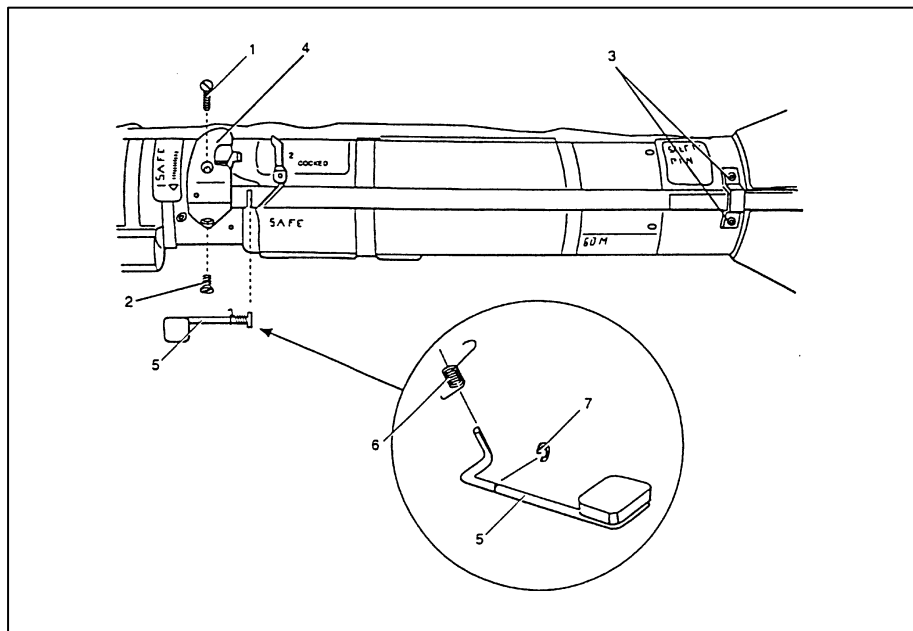

Fig 4-8. Remoção da Trava de Segurança
(1) Inspeção - Verifique se a trava de segurança impede a haste de disparo (se o gatilho estiver descomprimido), sem que seja pressionada a trava de segurança.
(2) Desmontagem (Fig 4-8)